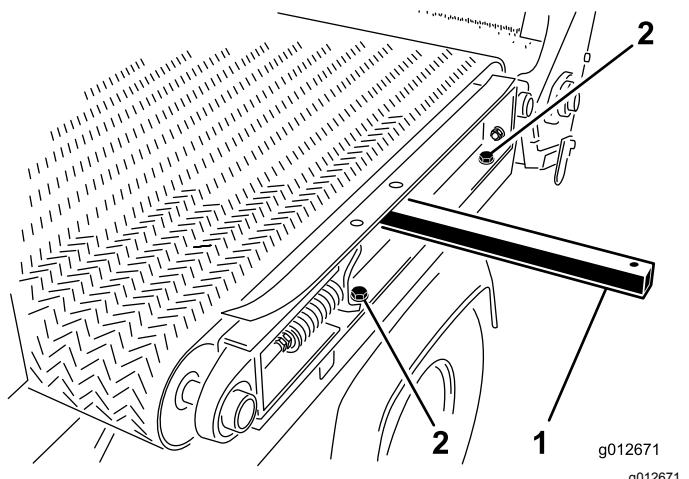

Рисунок 35
- С левой стороны машины установите балку подвижной рамы на левое крыло (Рисунок 35) с помощью 2 болтов и 2 шайб, снятых при выполнении действий, описанных в разделе Снятие подвижной плиты \(страница 26\), и затяните болты.